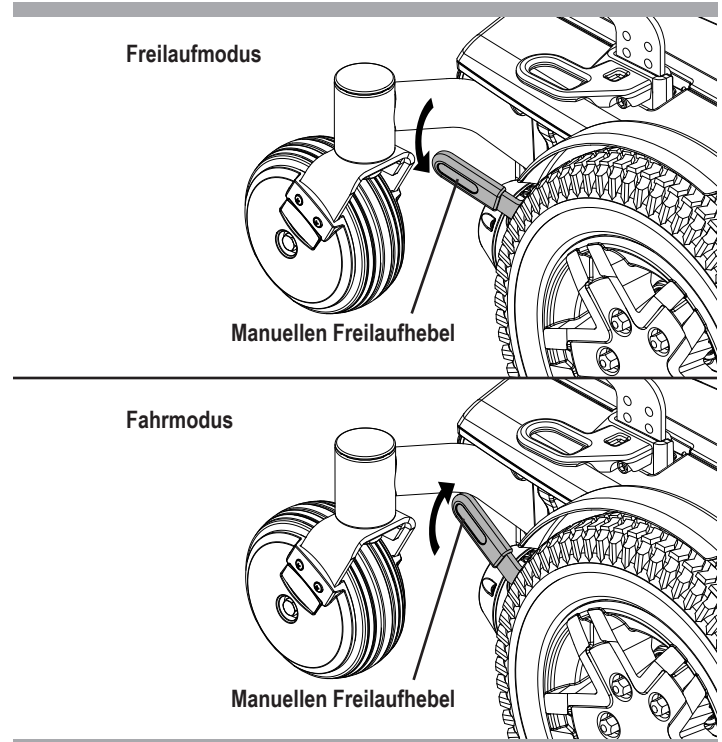

Bild 2. Bedienung der manuellen Freilaufhebel
1. Beide manuellen Freilaufhebel herunterdrücken um in den Freilauf zu gelangen (Antriebsmotoren ausgekuppelt). **Siehe Bild 2.**
2. Beide manuellen Freilaufhebel hochziehen, um in den Fahrmodus zu gelangen (Antriebsmotoren eingekuppelt)). **Siehe Bild 2.**